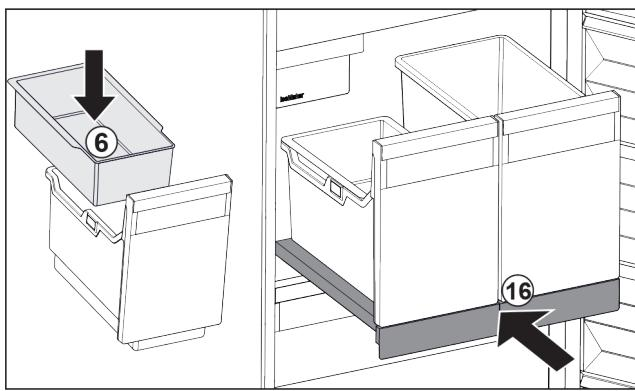

Fig. 107
- ▶ Поставете окачващата се поставка *Fig. 107 (6)* за ледени кубчета.
- ▶ Вкарайте изтеглящата се дъска със съдовете (IceTower). *Fig. 107 (16)*